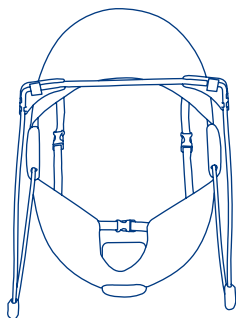

Fig. 11
- 11) • Secure the seat pad to the frame by buckling the three straps on the back of the pad. (Fig. 11) Place the bouncer back in the upright position.
- Sujete la almohadilla del asiento al armazón abrochando las tres correas de la parte trasera de la almohadilla. (Fig. 11) Coloque la parte trasera del rebotador en la posición erguida.
- Fixez le coussin de siège au cadre en bouclant les trois sangles au dos du coussin. (Fig. 11) Remplacez la sauteuse dans la position droite.